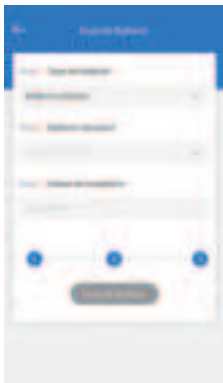

Figure 4.1.4
4. Saisissez la valeur de la capacité de la batterie et appuyez sur Test de batterie pour lancer le test (voir figure 4.1.4).